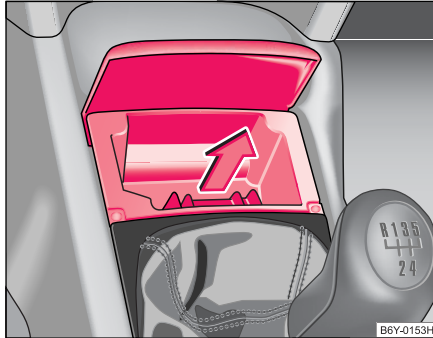

Abb. 65 Mittelkonsole:
- Ascherdeckel aufklappen und Aschereinsatz nach oben in Pfeilrichtung herausnehmen ⇒ Abb. 65.